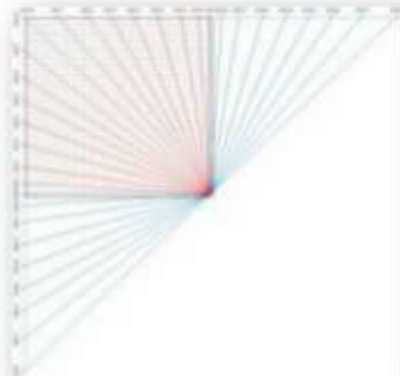

Figure 3 : Modes de prédictions HEVC
- HEVC : nombre porté à 35 directions (figure 3), proposant ainsi des méthodes de prédictions plus précises, mais demandant en contre partie beaucoup plus de boucles de calculs